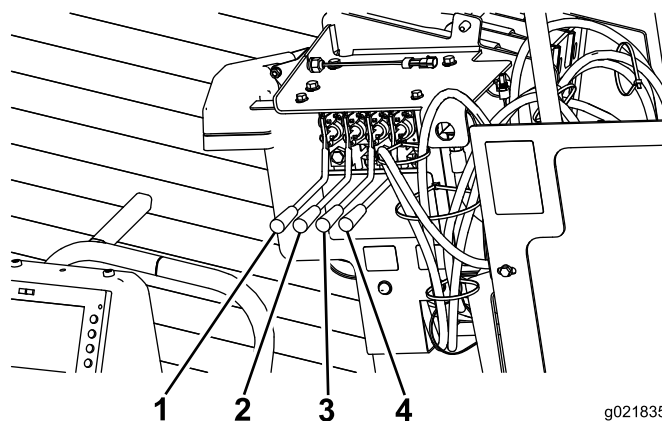

Figure 80
11. Poussez les 2 leviers de la vrille d'ancrage droite vers l'intérieur pour abaisser et faire tourner la vrille droite jusqu'à ce qu'elle soit complètement engagée (Figure 80).